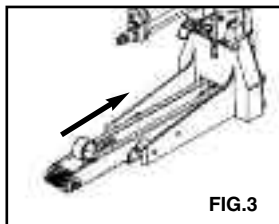

FIG.3
- Insérez 2 bandes d'agrafes dans la coulisse et relâchez doucement le poussoir contre les agrafes. (Fig. 3)